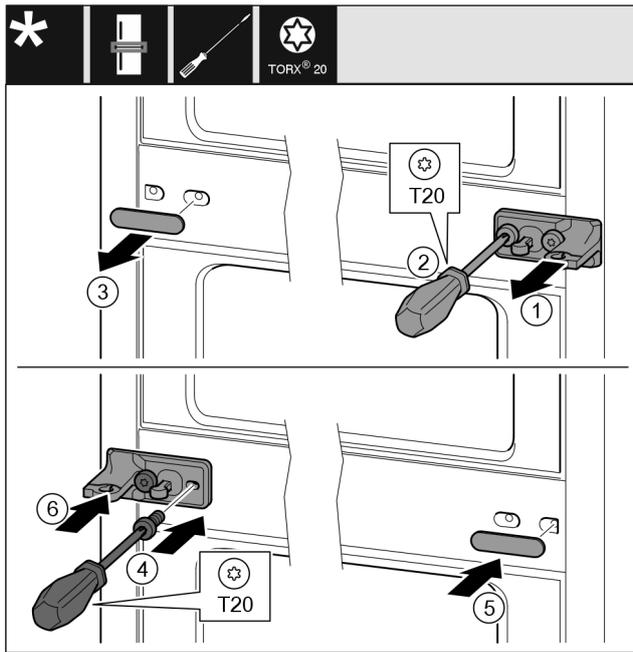

Fig. 31
- ▶ Retire la arandela. Fig. 31 (1)
- ▶ Desenrosque los tornillos con el destornillador T20. Fig. 31 (2)
- ▶ Retire la cubierta con cuidado. Fig. 31 (3)
- ▶ Atornille el soporte de cojinete con la lámina girado 180° en el otro lado para fijarlo. Fig. 31 (4)
- ▶ Coloque la cubierta girada 180° en el otro lado. Fig. 31 (5)
- ▶ Coloque la arandela desde la parte delantera. Fig. 31 (6)